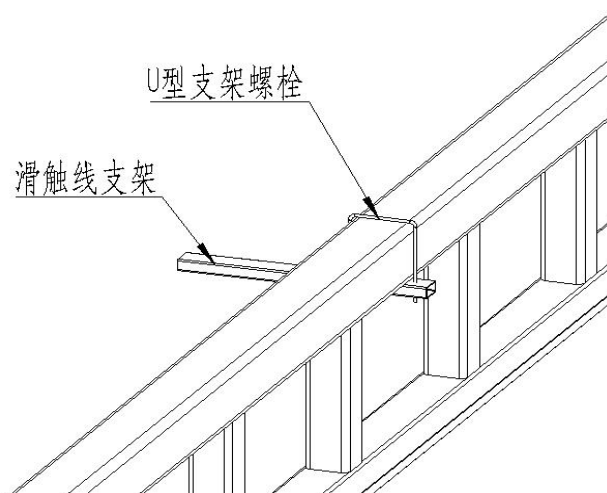

图 9B
9.2 根据滑触线支架孔位确定支架的安装方向，并用 U 型支架螺栓将滑触线支架固定于型轨电源供给侧（图 9B）。